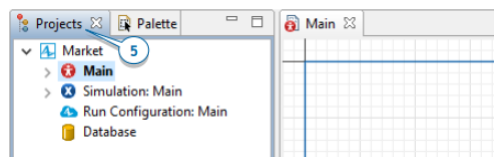

Рисунок 2.4 – Вкладка *Projects*
8. Відкриємо вікно *Projects*, щоб перевірити структуру моделі. Перегляди *Palette* та *Projects* розташовані в лівій частині робочої області, і ви можете перейти з перегляду «Палітра» на режим *Projects*, натиснувши на вкладку *Projects* (рис. 2.4).